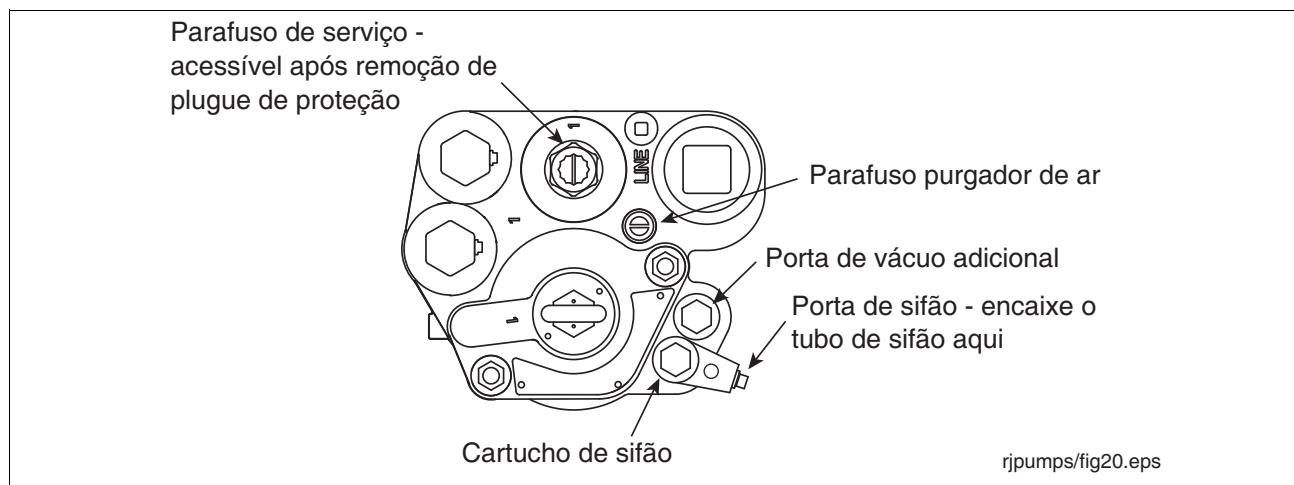

Figura 28. Conexão de sifão
A porta de sifão da BTS Red Jacket está na estrutura de sifão que se encaixa em uma das duas portas de vácuo (ver Figura 28). O terminal da porta gira se o parafuso hexagonal de cima for afrouxado, permitindo o posicionamento do tubo de entrada de sifão. Depois de realizar o posicionamento, ajuste o torque da estrutura de sifão de 20 a 41 Nm (15 a 30 pés/libra).
2. Gire o parafuso do purgador de ar 2 ou 3 voltas no sentido anti-horário (ver Figura 28).